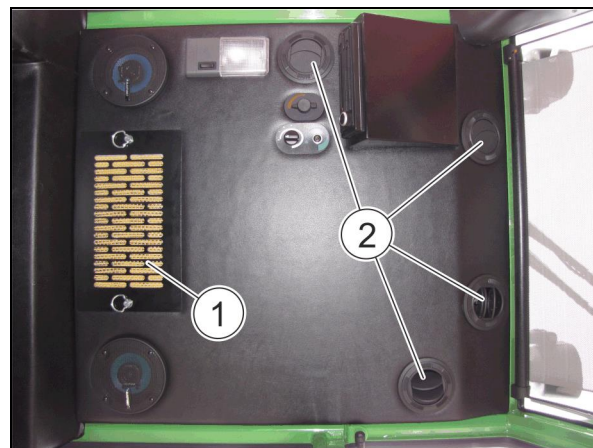
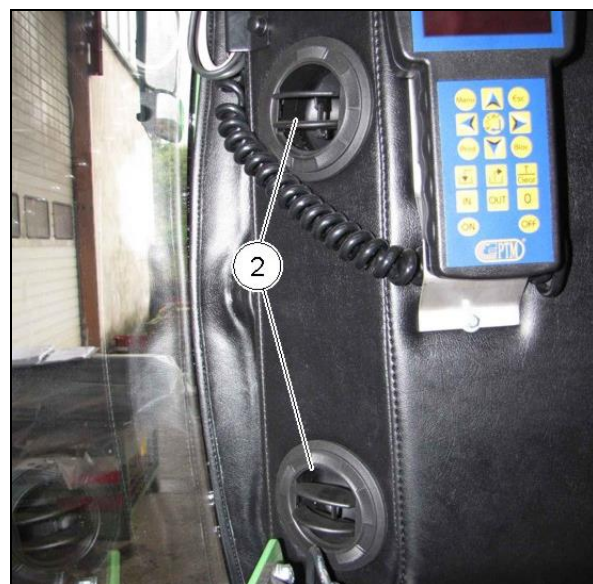

Fig. 35
Fig. 36
Durch die geöffneten Belüftungsdüsen (2) im Kabinenhimmel (Fig. 35) und im Fußraum (Fig. 36) gelangt Frischluft von außen in den Kabinenraum.